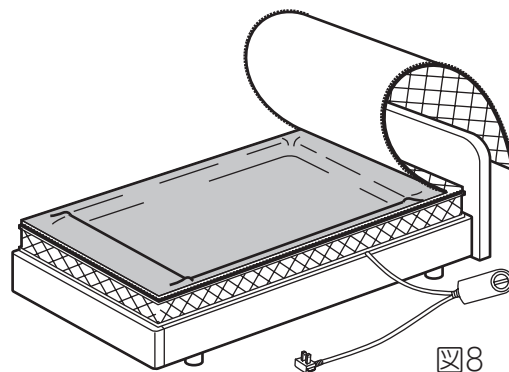

図8
6. ベースカバーを取り付けたマットレスベースにアンダーカバーをかぶせ、形をととのえます。(図8)
- マットレスベースのくぼみにそうようにベースカバーをセットしてください。(図8)